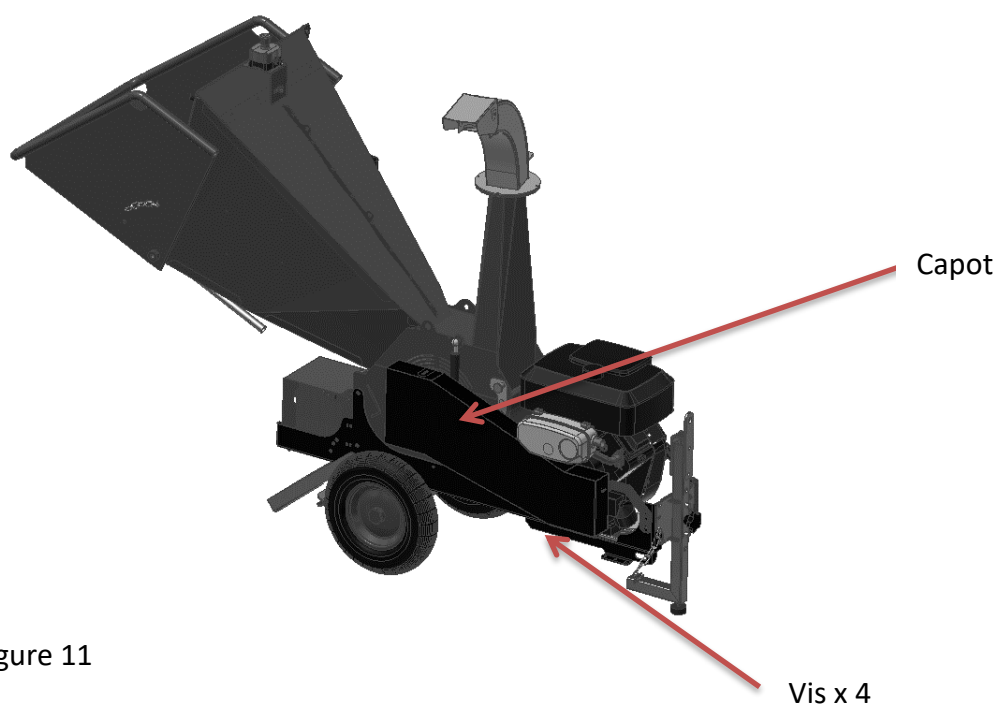

Figure 11
5. Replacer le capot en desserrant les 3 vis. Voir figure 11.